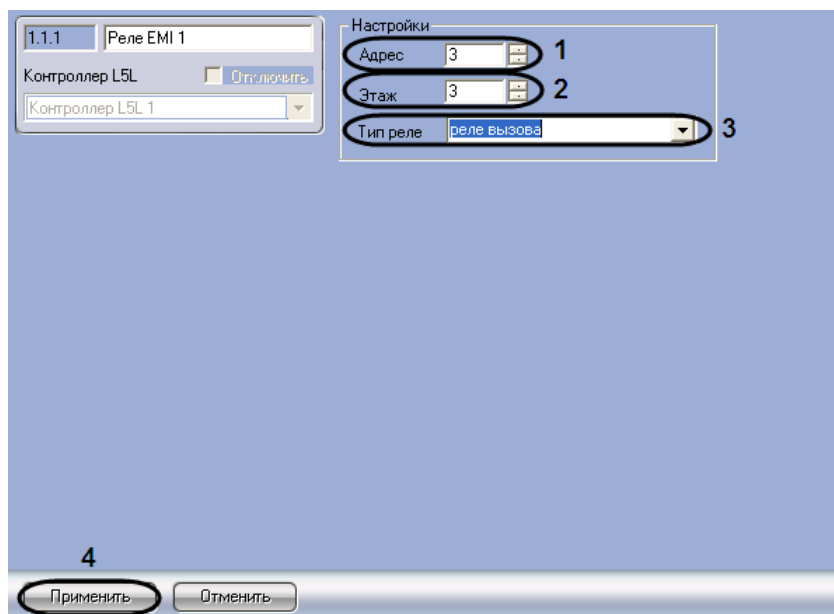

Рис. 3.3—34 Панель настройки объекта Реле EMI
2. В поле **Адрес** ввести с помощью кнопок **вверх-вниз** адрес реле EMI в десятичной системе счисления (см. Рис. 3.3—34, **1**).
3. В поле **Этаж** ввести с помощью кнопок **вверх-вниз** номер этажа, на котором установлено реле EMI (см. Рис. 3.3—34, **2**).